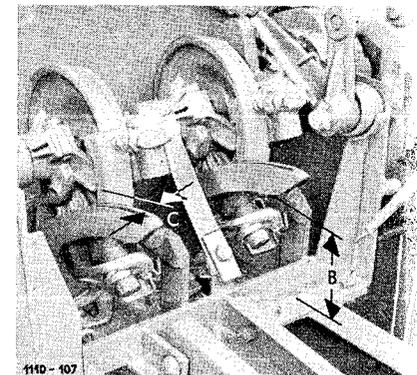

Bild 39
**Kontrollmaß B** von Unterkante Nadelrolle bis Binderplatte (Bild 39) muß **170 mm** betragen. Bei Abweichungen Nadeln nachrichten.